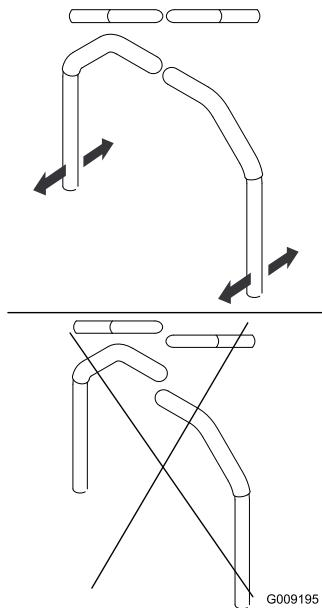

Bild 99
4. Fluchten Sie die Hebel in Längsrichtung aus. Bringen Sie die Hebel zuerst in der NEUTRAL-Stellung zusammen und schieben Sie die Hebel dann so lange, bis sie ausgefluchtet sind. Ziehen Sie dann die Schrauben an (Bild 99).